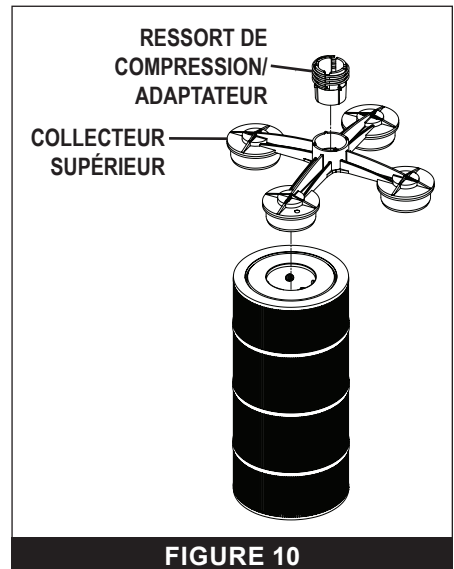

FIGURE 10
2. Retirez le ressort de compression/adaptateur du collecteur supérieur. Veuillez vous référer à la **FIGURE 10**.
3. Retirez le collecteur supérieur (**FIGURE 10**) des cartouches filtrantes et mettez le collecteur de côté.